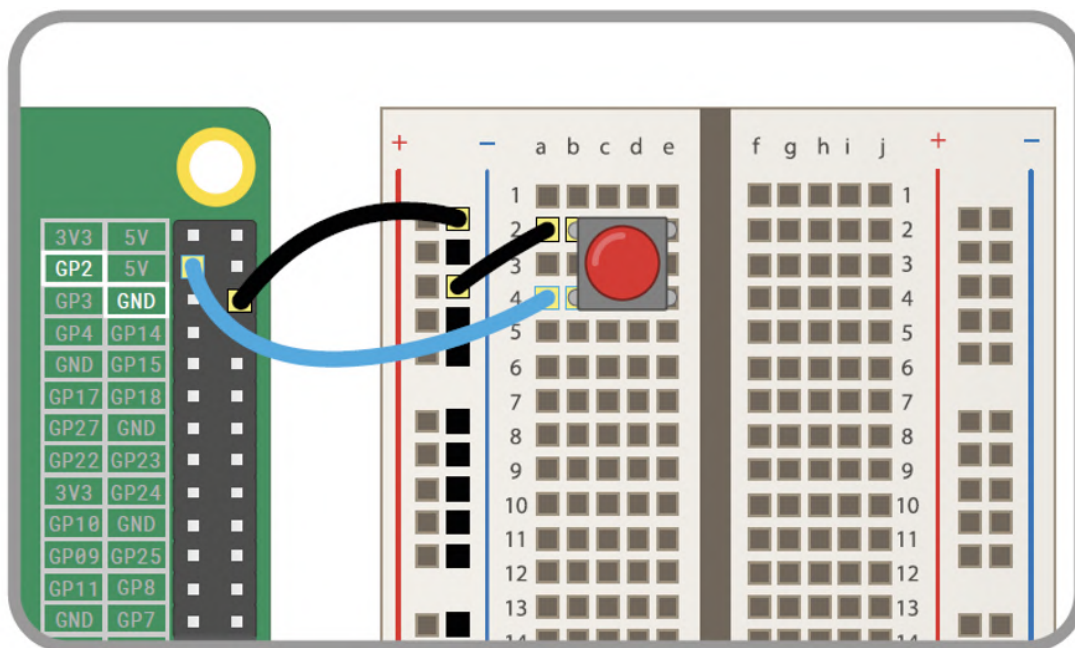

Рисунок 3.3 - Створення схеми
- перемичкою «папа-мама» (M2F) підключаємо другу ніжку комутатора до контакту GPIO 2 (GP2) (рисунок 3.3).